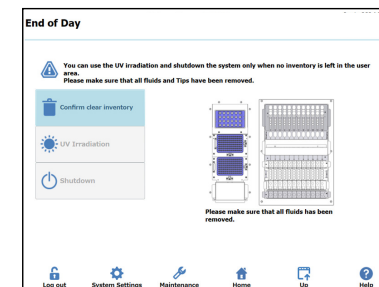

Figura 18: Pantalla «Final del día»
26. En la pantalla «Inicio», seleccione «Final del día». Aparece la siguiente pantalla (Figura 18).